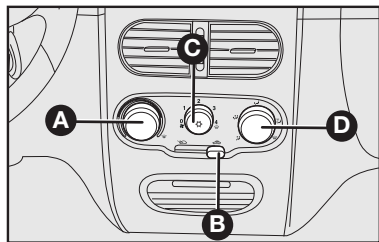

fig. 62
### COMANDOS - fig. 62
1) Seletor para a temperatura do ar **A-fig. 62** totalmente posicionado à esquerda.
2) Seletor do ventilador **C-fig. 62** posicionado na velocidade máxima.
3) Seletor de distribuição do ar **D-fig. 62** apontado para ; controlar para que todas as saídas de ar estejam totalmente abertas.
4) Ligar o ar-condicionado apertando o seletor **C-fig. 62**.
O ar-condicionado é muito útil para acelerar o desembaçamento, pois desumidifica o ar. É suficiente regular os comandos para a função de desembaçamento e ativar o condicionador, apertando o seletor **C-fig. 62**.
1) Condicionador de ar ligado: seletor **C-fig. 62**.
5) Recirculação do ar: desligada. Botão **B-fig. 62**.